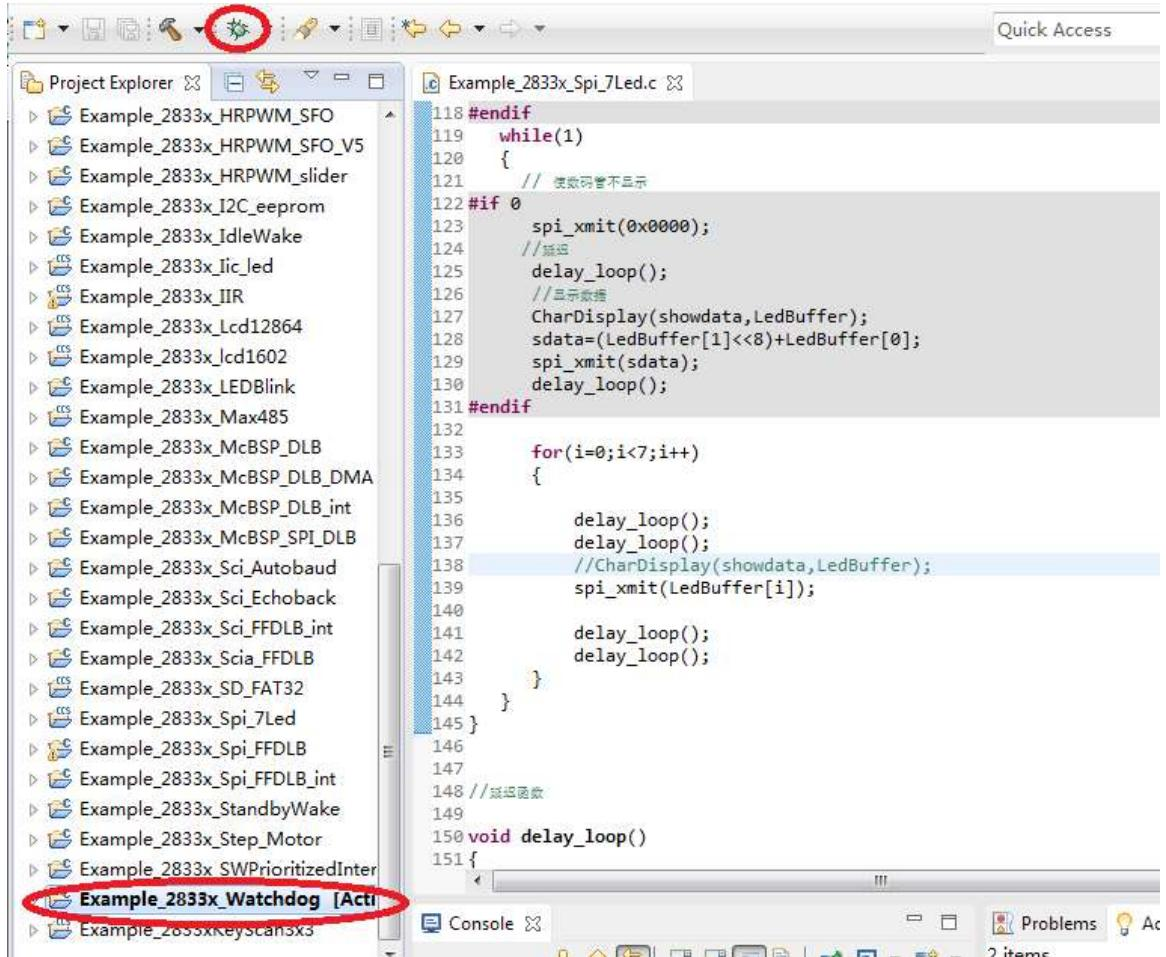

图 1 在线调试步骤
(3) 给开发板上电。单击鼠标左键选择要调试的工程，如图 1 所示：